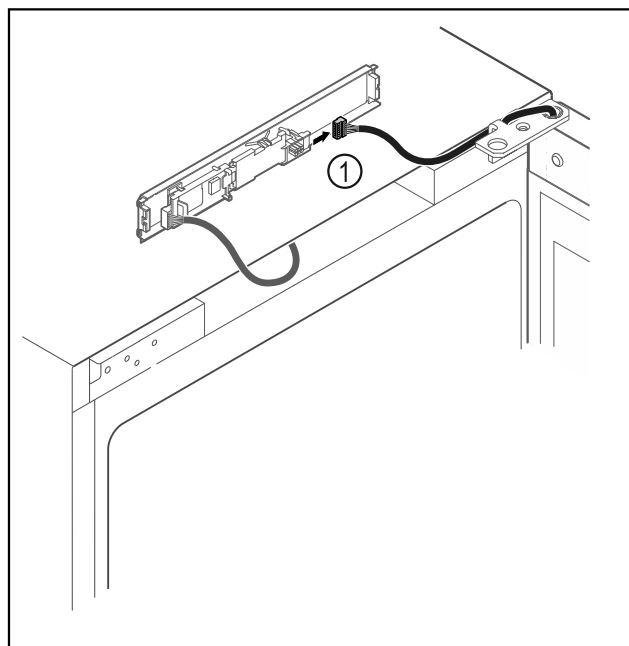

Fig. 13
- ▶ Stekker Fig. 13 (1) van printplaat loskoppelen.